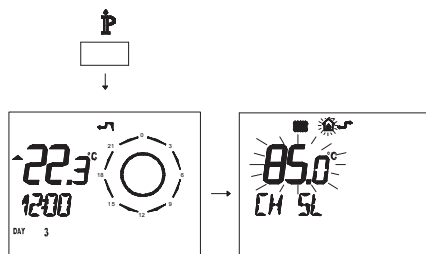

Figura 5.54
- Premere per più di 3 secondi il pulsante per entrare in modalità **INFO** (Figura 5.54).